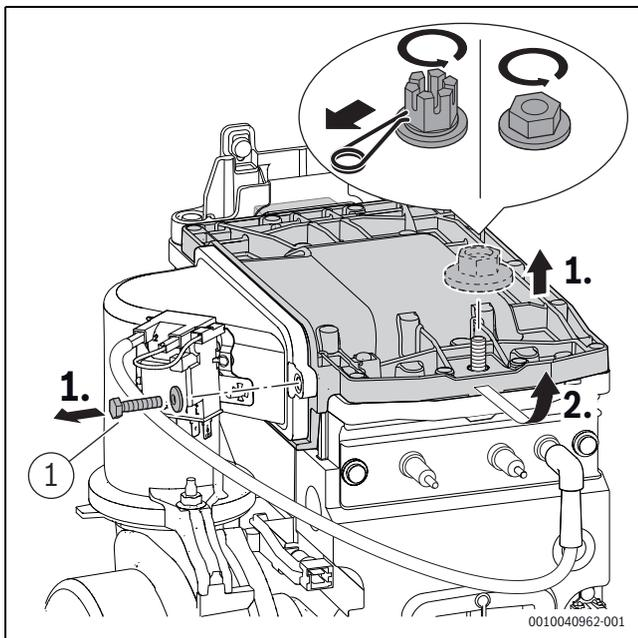

Bild 59 Brennerdeckel ausbauen
- Schraube ([1], Bild 59) am Brennerdeckel mit 5,5+0,5 Nm festziehen.